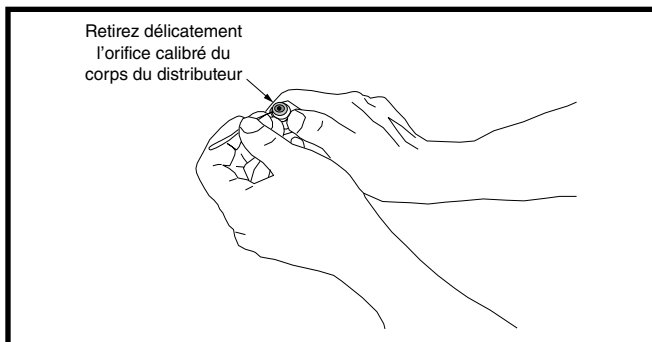

Figure 3. Démontage de l'orifice corps du distributeur
2. Insérez un crochet en fil métallique léger entre le corps du distributeur et l'orifice d'étranglement en prenant soin de ne pas égratigner ces pièces. Retirez délicatement l'orifice d'étranglement du corps du distributeur. Voyez la Figure 3.